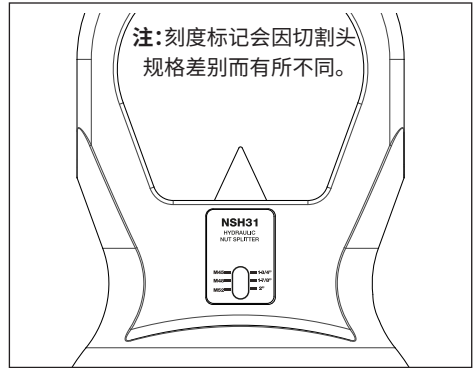

图 4: 劈刀切深表
4. 转动切割头,直至刀座的顶部与切深表中对应的螺栓尺寸标线对齐。参见图 4。